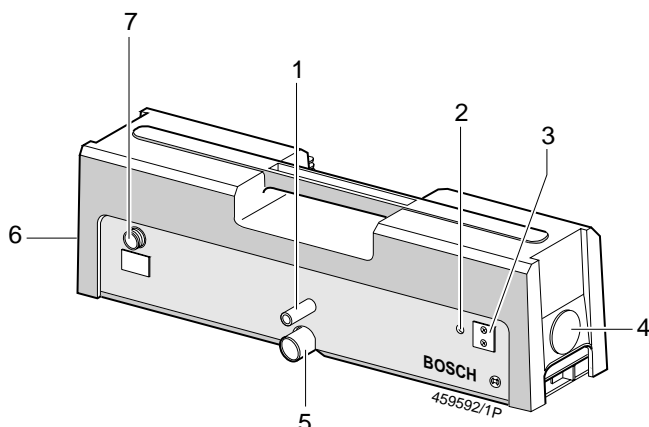

Figura 1: RTM 430
- Si está disponible, instalar la manguera para la retroalimentación de gases de escape (accesorio especial) en el racor de empalme (figura 1; pos. 5) del RTM 430 y conectar a la instalación de aspiración.
1. Retirar las tapas de cierre (figura 1; pos. 4,6) en las paredes laterales con una herramienta adecuada (p. ej. destornillador).